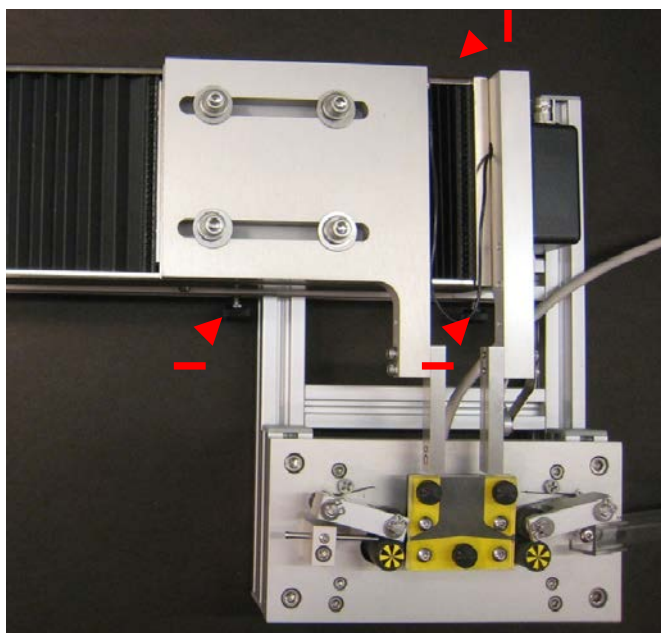

Рисунок 2. Устройство автоматической загрузки установлено к испытательному оборудованию
3. Отрегулируйте высоту и наклон направляющих пластин с помощью трех регулировочных винтов (Рисунок 2), пока петля волокна не будет точно выровнена по канавкам испытательных панелей.